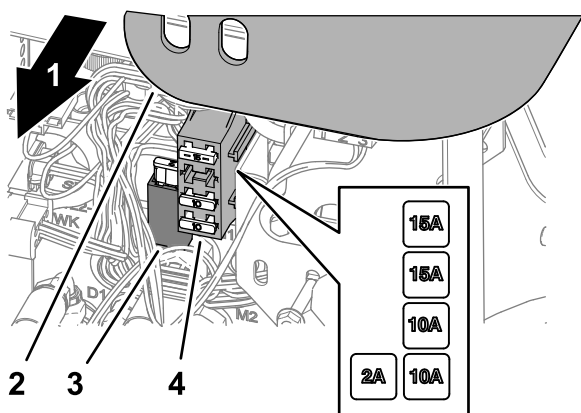

Figura 79
2. Retire la cubierta del brazo de control (Figura 79).
3. Localice el fusible fundido en el portafusibles o en el bloque de fusibles (Figura 79).
5. Monte la cubierta en el brazo de control (Figura 79).